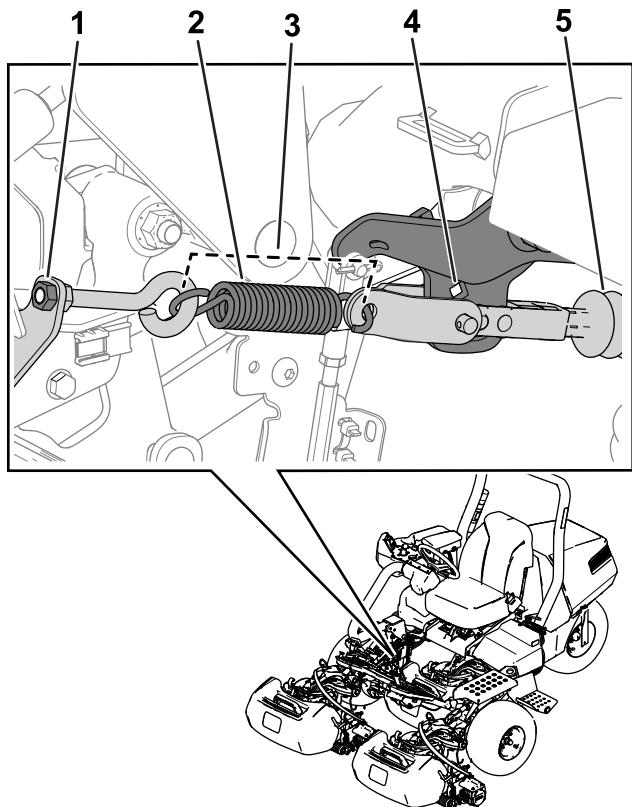

図 33
注 手順については図 33を参照。
5. アイボルトをスプリングブラケットに固定しているナットをゆるめてスプリングのテンションを解除する図 33。
3. スプリングを 図 33 のように取り付ける。
4. アイボルトのナットを締め付けてスプリングの長さ取り付けた状態を 11.4 cm にする図 33。